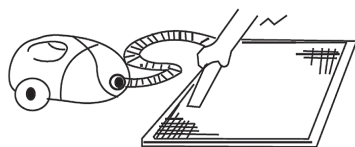

Рис. 1
1. Откройте решетку воздухозабора сдвинув фиксаторы друг к другу. Потяните решетку вниз (Рис. 1).
3. Очистите фильтр с помощью пылесоса. Если фильтр сильно загрязнен, сполосните его водой (Рис. 1, 2).